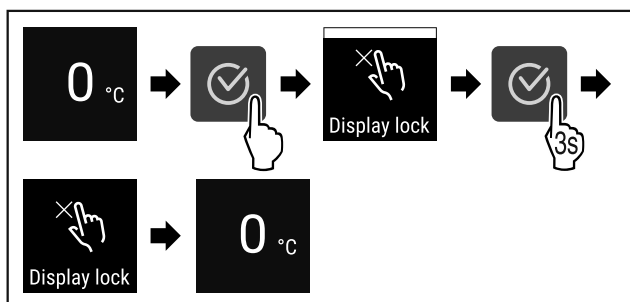

Fig. 77
- ▶ Végezze el a gyakorlati lépéseket (lásd Fig. 77) .